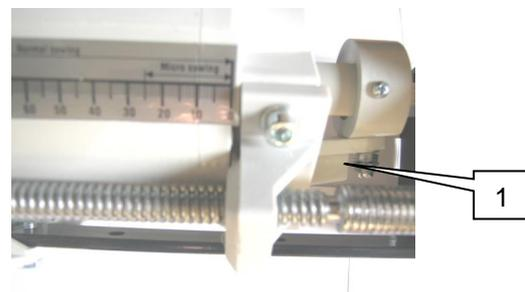

Abb. 12. 1- Widerstand des Aussaatrads
- Widerstand in die Aussparung der Sechskantwelle einstellen (Abb. 12) - nur bei vollständig geschlossenem Dosierrad möglich;